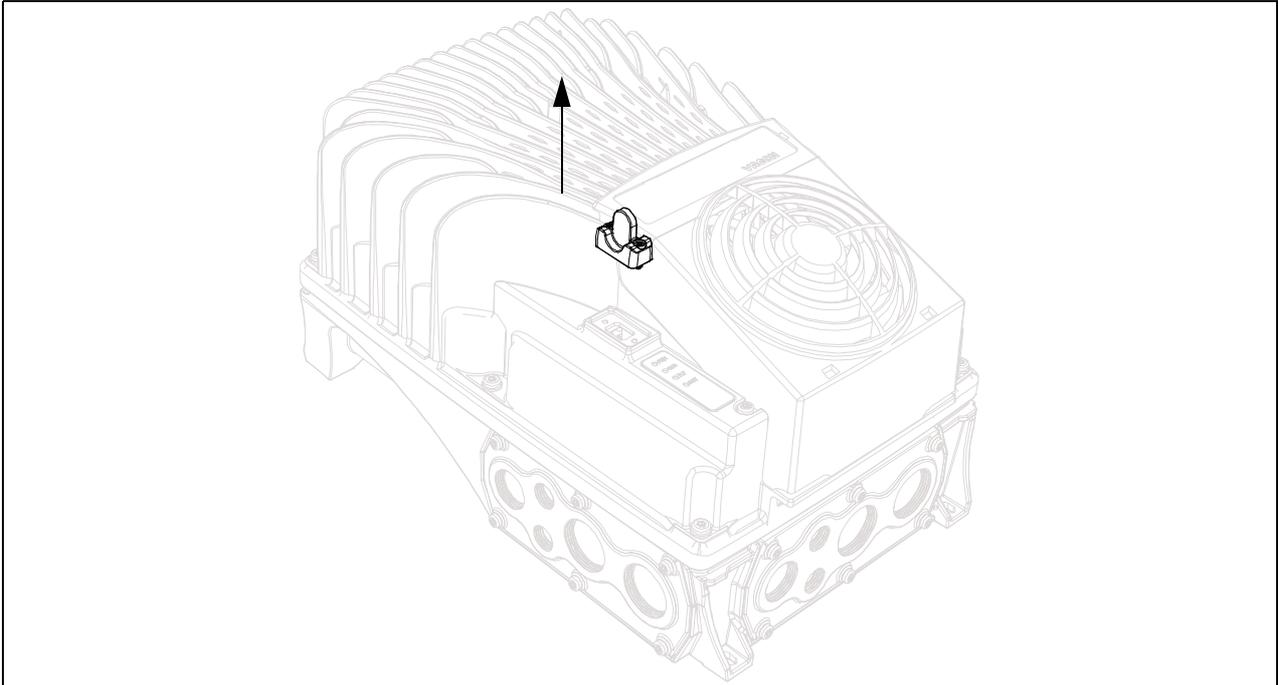

Figura 51. Desconexión del tapón de HMI del convertidor.
- Retire el tapón de HMI del convertidor como se muestra en la Figura 51.